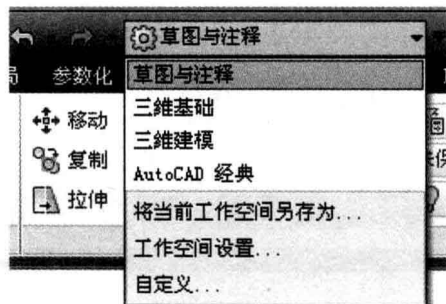

图 1-9 用空间列表菜单切换工作空间
- ◆ 打开快速访问工具栏工作空间列表菜单，在弹出的菜单中选择相应的命令即可，如图 1-9 所示。